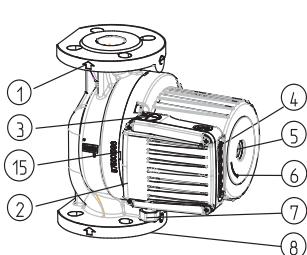
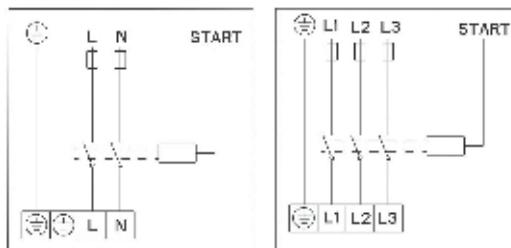

рис.2
рис. 4
- направление потока воды через насос должно соответствовать направлению стрелки на корпусе насоса (рис. 2- ПОЗ.1);
- необходимо использовать фланцы для подключения NP 6/10 (рис.2 – ПОЗ.8);
- насосы GHN (basic, auto), GHNM (basic, auto) имеют одинарный гидравлический корпус (рис.2 – ПОЗ.8);
Гидравлический корпус насоса допускается изолировать только до прорези между мотором и гидравлическим корпусом. Отверстия для отведения конденсата необходимо оставить открытыми для обеспечения вывода конденсата из статорного отсека, данные отверстия необходимо оставлять открытыми и в системах обогрева, когда выполняется только термоизоляция гидравлического корпуса (рисунок 2, 3, ПОЗ 15).
Провод подключения подключается через кабельный ввод M20 (рис.2 – ПОЗ.7).
Электрическое соединение насосов необходимо выполнить по соединительной схеме (рис. 4), которая отображена на нижней стороне крышки мотора. Перед этим необходимо отвинтить верхнюю крышку (рис.2 - ПОЗ. 2)
В насосах типа GHN (basic, auto), GHND (basic, auto), GHNM (basic, auto), GHNMD (basic, auto) ротор работает в воде. Ротор установлен в специальных работающих на смазке водой подшипниках, поэтому перед вводом в эксплуатацию необходимо заполнить насос водой и откачать воздух. Для откачки воздуха из насоса необходимо удалить болт на обратной стороне электромотора (рис.2-ПОЗ.5) - воздух начнет выходить через прорезь между валом мотора и подшипником. После того как начнет вытекать вода, необходимо закрыть вентили со стороны всасывания и со стороны нагнетания и запустить насос. При вращении вала насоса в обратном направлении
Выключить насос; закрыть вентили со стороны нагнетания и со стороны всасывания; удалить болт для откачки воздуха; отверткой (рис.2-ПОЗ.5), которую необходимо установить в прорезь на валу, крутить вал до тех пор, пока он не начнет свободно вращаться. После этого необходимо установить болт для откачки воздуха на место. Аппарат не предназначен для использования лицами (включая детей) с ограниченными физическими, психическими или умственными способностями, а также лицами, не обладающими опытом или знаниями, кроме случаев, когда данные лица находятся под контролем или прошли обучение у специалиста, несущего ответственность за их безопасность.